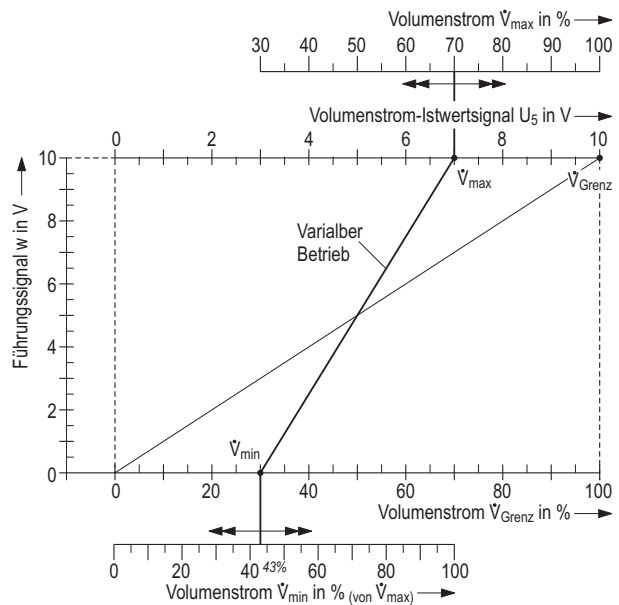

Bild 4: Beispiel mit Arbeitsbereich 0 – 10 V
- (siehe auch Bild 4 auf Seite 4 und 5 auf Seite 5)